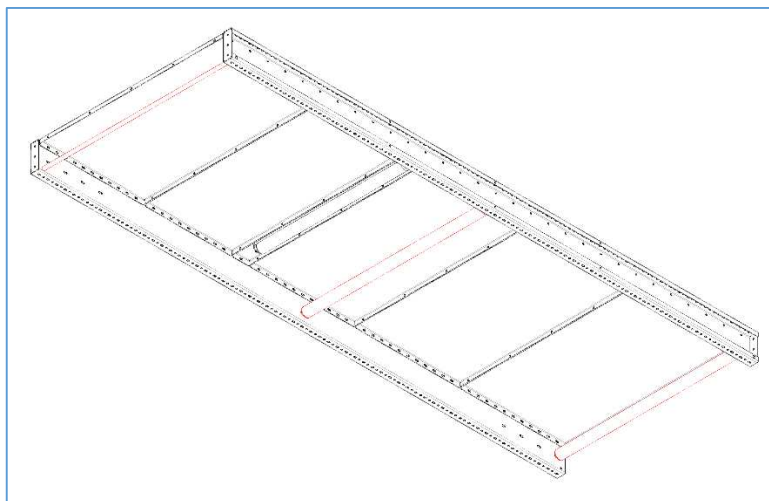

Figura 29 – Rimozione dei rulli di ritorno e barre di collegamento
3. Rimuovere i folli di ritorno (D1) dei moduli intermedi e le barre di collegamento (vedi elementi in rosso Figura 29).